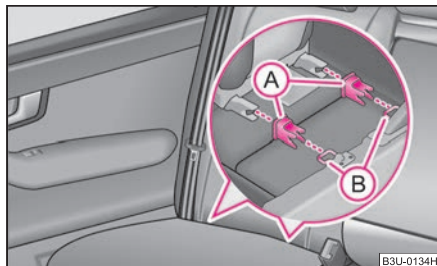

Abb. 161 Halteösen (ISOFIX-System)
- Stecken Sie die Aufnahmetrichter **(A)** auf die Halteösen **(B)** zwischen Rückenlehne und Sitzfläche ⇒ Abb. 161.